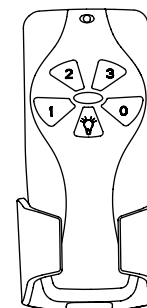

Fig. 29
Étape 3: Les touches contrôlant la vitesse et la lumière du ventilateur sont les suivants: (Fig 29)